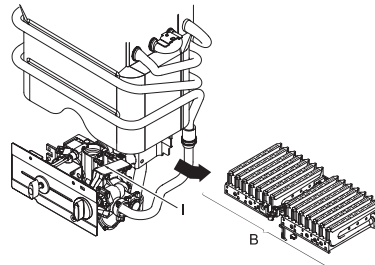

Bild 3
- Den Brenner vom Gerät entfernen (Bild 3, pos. B), Zum entfernen des Brenners die zwei Schrauben lockern (Bild 3, pos. I).